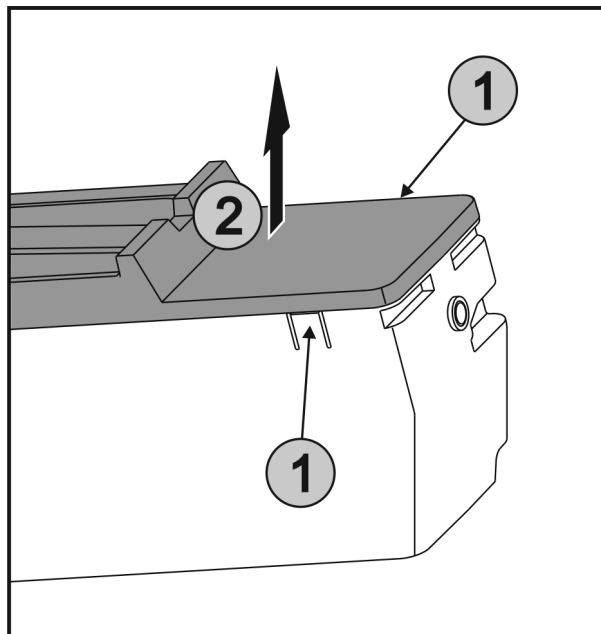

Fig. 48
- ▶ Lippen Fig. 48 (1) aan beide zijden van EasyTwist-Ice gelijktijdig indrukken en de afdekking Fig. 48 (2) omhoog verwijderen.